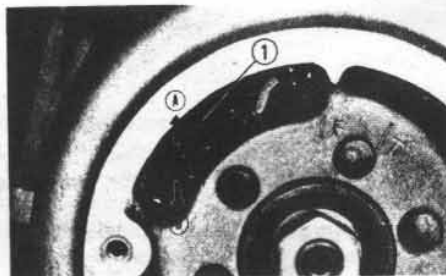

Fig. 6 ① Schroef
- 2) Als het openingstijdstip moet worden gewijzigd, draai dan de contactplaatschroef los. (Fig. 6)